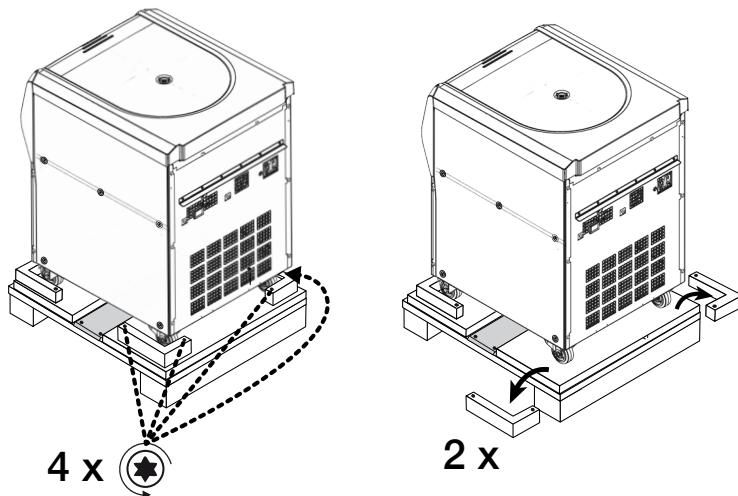

Abbildung 1-6: Anschlagwinkel von der Palette abschrauben
8. Mit einem Schraubendreher entfernen Sie dann die Holzschrauben, mit denen die Anschlagwinkel an den hinteren Ecken der Palette verschraubt sind (2x zwei Stück, siehe Abbildung 1-6 links).
9. Schrauben Sie die beiden hinteren Anschlagwinkel von der Palette ab. Siehe hierzu Abbildung 1-6 rechts.